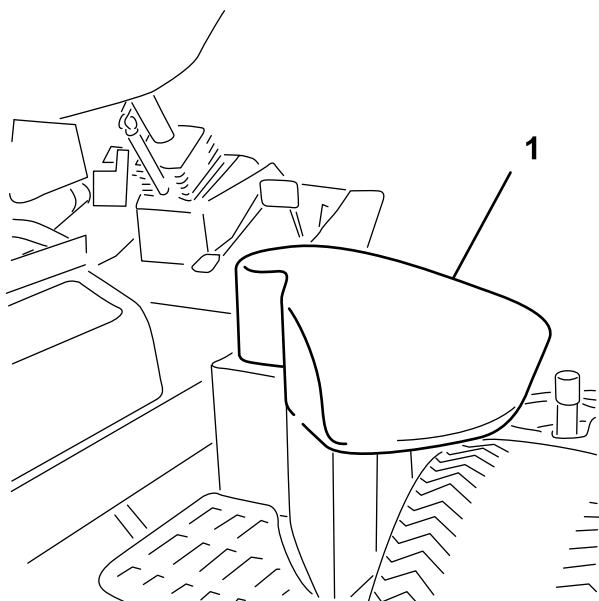

図 36
2. 機体右側から油圧オイルタンクのカバーを開ける (図 36)。